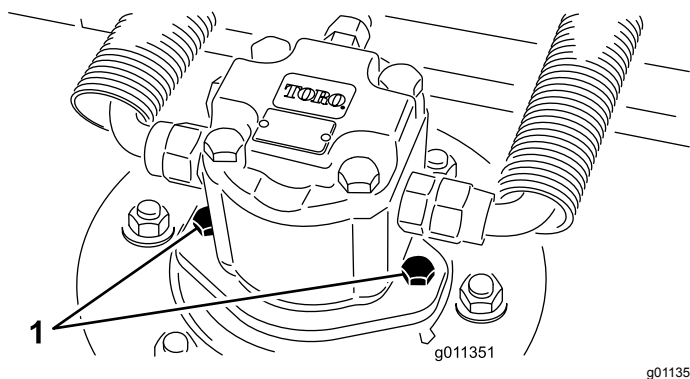

図 67
2. デッキから油圧モータを外す 図 67。異物つかないように、スピンドル上部にはカバーを掛けておく。
4. デッキに油圧モータを取り付ける 図 67。Oリングを忘れずに、また、損傷させないように注意して取り付ける。